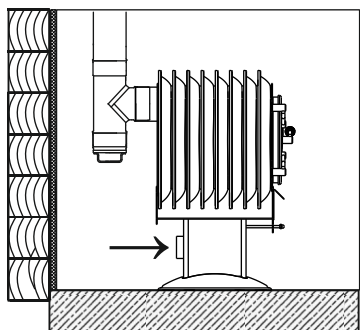

Рисунок 5. Вариант установки печи без подачи уличного воздуха
*Внимание! При установке печи без подачи уличного воздуха (рис.5), необходимо, в обязательном порядке, удалить заглушку патрубка Ø80 мм (15).*
Рисунок 5. Пример монтажа радиаторной отопительной печи «Фаренгейт» в помещении из горючих материалов (дерева) с установкой печи на основание из негорючего материала и присоединением к дымоходу
- пол из горючих и трудногорючих материалов перед дверкой топki застелить металлическим листом размером 700×500 мм (рисунок 5).